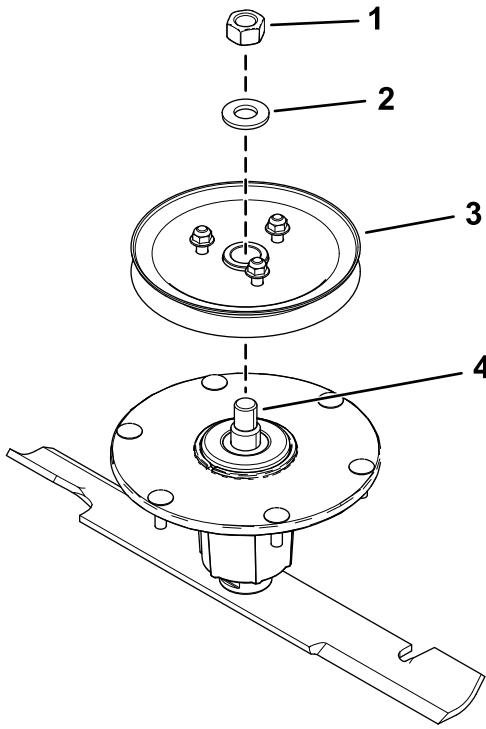

Bild 9
5. Montieren Sie die Laufrollenbaugruppe mit der Unterlegscheibe und der oberen Mutter an der Spindel (Bild 9).